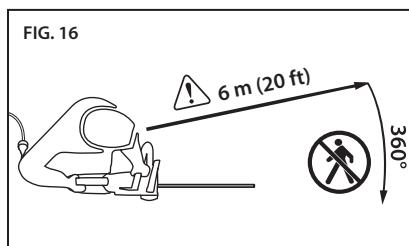

FIG. 16
**⚠ PRECAUCIÓN: ESTABLEZCA UNA ZONA DE SEGURIDAD PARA TRANSEÚNTES DE 6 METROS (20 FT) ANTES DE USAR ESTE EQUIPO.** La zona de seguridad para transeúntes es un círculo de 6 m (20 pies) alrededor del operador en el cual no debe haber transeúntes, niños ni mascotas (Fig. 16). Las operaciones de tala requieren una zona de seguridad más grande de acuerdo al tamaño del árbol, vea la sección "Tala de un árbol".
- Asegúrese de que los transeúntes o ayudantes estén a una distancia segura de las ramas que caen. Los transeúntes o ayudantes no deben estar directamente en frente ni detrás del operador. Vea la Fig. 16.